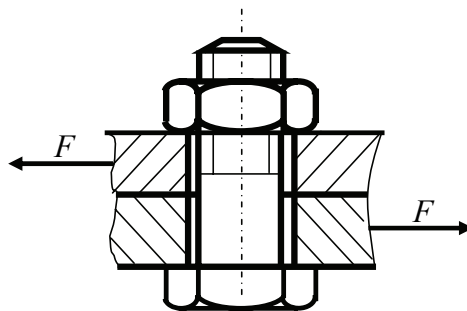

Рис. 22
б) болт поставлен с зазором (рис. 22)  $d_1 \geq \sqrt{\frac{4 \cdot 1,3 \cdot 1,2F}{\pi f[\sigma_p]}}$ .
2. На болт действует сила  $F = 20$  кН, направленная перпендикулярно оси болта (рис. 22). Определить напряжения в сечении болта, если болт поставлен с зазором, внутренний диаметр резьбы  $d_1 = 31,670$  мм (М36), а коэффициент трения  $f = 0,15$ .